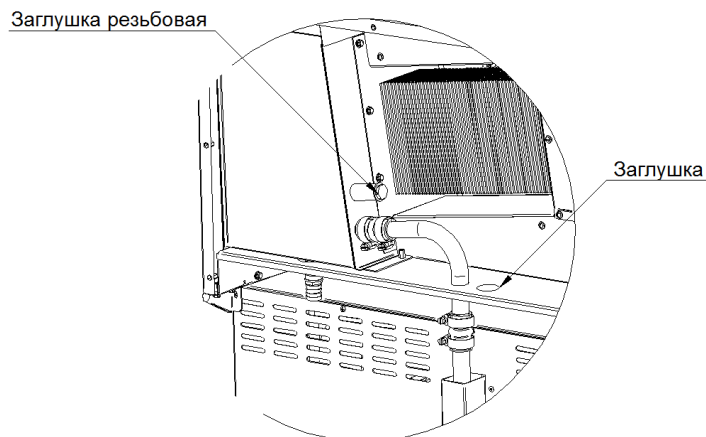

Рисунок 7
10.1. Снять резьбовую заглушку (см. Рисунок 7) с верхней трубки пароконденсатора зонта;
10.2. Снять заглушку в перегородке зонта (см. Рисунок 7);